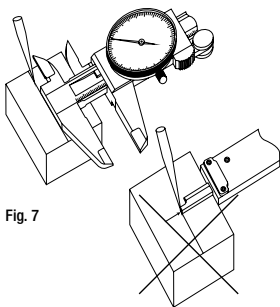

Fig. 7
- **Cara de Trazado:** Ajuste la cara de referencia de trazado (11) a la referencia de la pieza y mueva el cursor (5) a la medición elegida, bloquéelo, al igual que el trazador (Fig. 7).